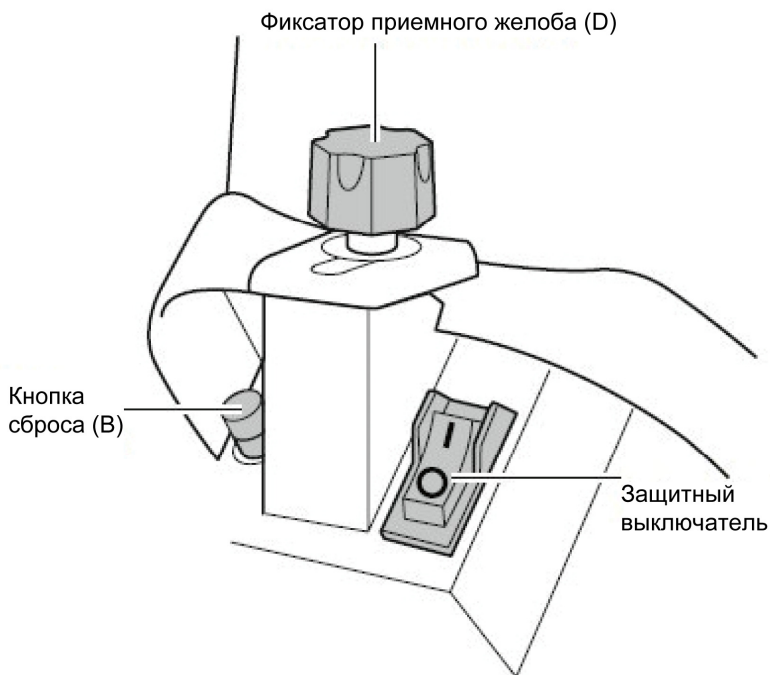
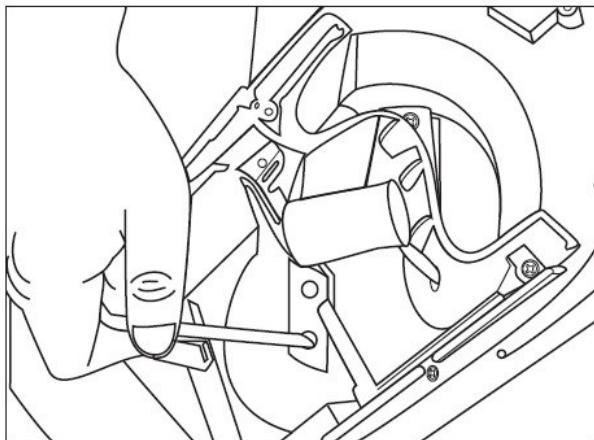

Рис. 7
Рис. 8
1. Очистка садового измельчителя (см. Рис. 7).
- a) Открутите фиксатор приемного желоба (D), повернув его против часовой стрелки, и откройте приемный желоб.
- c) Садовый измельчитель оснащен двумя лезвиями, которые прикреплены к вращающейся пластине при помощи двух винтов (см. Рис. 8). Перед
7. Замена режущего лезвия (Рис. 7 и 8).